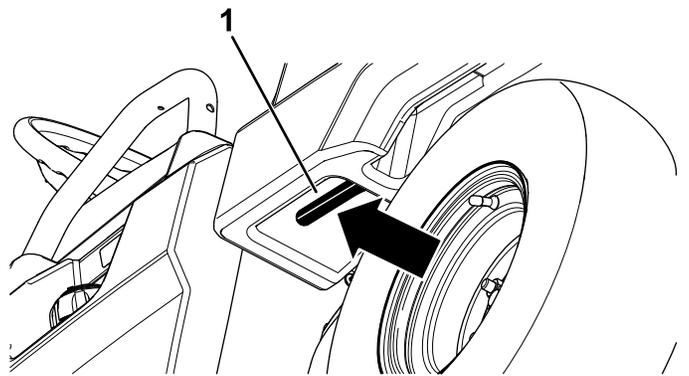

図 15
1. 荷台内側左にあるレバーを引いて荷台を持ち上げる 図 15。
1. ラッチバーを引き上げて荷台を少し持ち上げる 図 15。